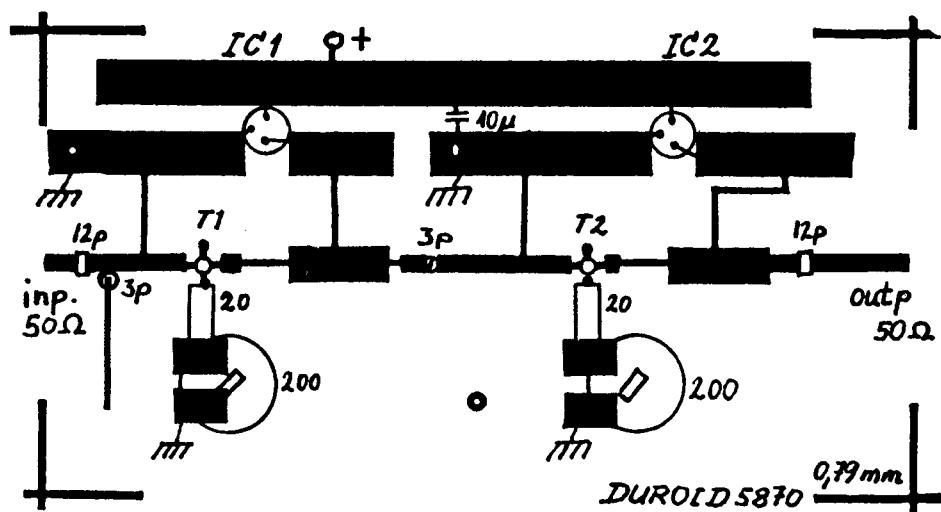

Fig. 2
E. Following described amplifier can be used as preamp as well as low power linear amplifier. The circuit operates with 2 GaAs FET's factured by NEC (NE72089). Both stages produce their own negative gate-voltage automatically. For optimizing the noise figure, a variable capacitor is included in the input network of the first stage. Lowest noise-figure, abt. 3 dB, will be achieved at 10 mA drain-current on all three bands. If the amplifier is used as "small power" than a drain-current of 25 - 35 mA per stage is recommended. Fig. 1 shows the circuit diagram and the mounting of the source capacitors, Fig. 2 the placement of parts and Fig. 3 shows the pcb made from DUROIT RT5870 0.79mm thick.
D. Nachfolgend beschriebener Verstärker kann als Empfangsverstärker oder als Kleinleistungsverstärker benutzt werden. Die Schaltung arbeitet mit 2 GaAs FET's vom Typ NE72089 (NEC). Beide Stufen erzeugen sich ihre negative Gate-Spannung selber. Der Trimmkondensator CE1 im Eingangsnetzwerk der ersten Stufe dient zur Rauschoptimierung. Beste Rauschzahl erhält man bei etwa 10 mA Drain-Strom je Stufe (Mittelwert über alle 3 Bänder etwa 3 dB). Soll der Verstärker als Kleinleistungsverstärker im Sendebetrieb arbeiten, werden die Drain-Ströme auf jeweils 25 - 35 mA eingestellt. Bild 1 zeigt das Schaltbild und die Montage der Source-Kondensatoren, Bild 2 den Lageplan und Bild 3 die gedruckte Platine (aus DUREOID RT5870 0.79 mm stark).